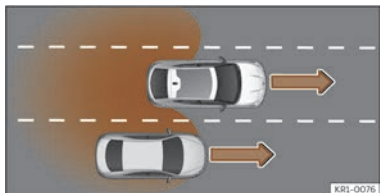

Fig. 132 Dépassement sur la voie centrale puis retour sur la voie de droite.
- Lorsque le véhicule dépasse un autre véhicule >>> **fig. 132** en cas de différence de vitesse d'environ 10 km/h (6 mph). Si le dépassement est considérablement plus rapide, aucune indication ne s'affiche.